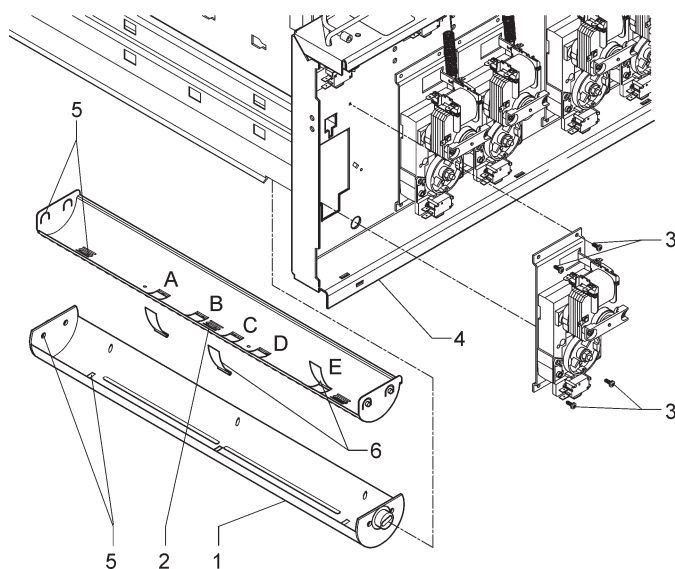

Рис. 19
- чтобы ротор мог осуществлять подачу в четыре ряда, вставьте в пазы три вставки, предназначенные для предотвращения кражи (см. рис. 19). Такие вставки будут препятствовать попаданию банок на ротор, когда он частично пуст. Вставки необходимо вставить в слоты B-D-E для банок с объемом 250 куб.см и в слоты A-C-E для банок с объемом 330-355 куб.см.